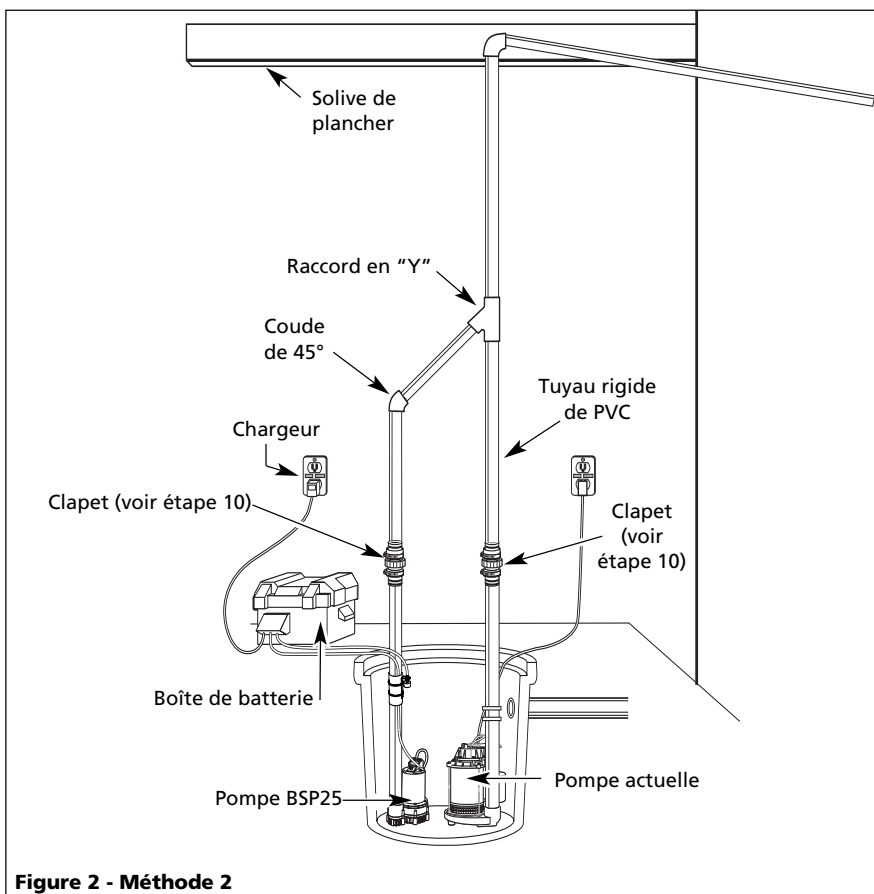

Figure 2 - Méthode 2
**NOTE :** Vérifier que les soupapes peuvent être placées directement dans la décharge de la pompe s'il y a lieu. Il est toutefois recommandé pour faciliter le démontage de placer les clapets au-dessus du puisard tel qu'illustré dans la Figure 2.